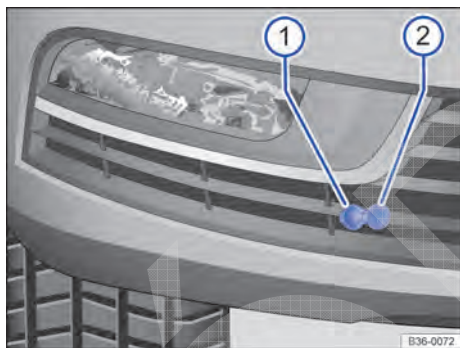

Fig. 159 No para-choque dianteiro: entrada de conexão ② para o pré-aquecimento do motor.
- Abrir tampa de cobertura ⇒ Fig. 159 ①.
- Conectar o cabo de conexão na entrada ②.
- Antes da partida do motor, retirar sempre o cabo de conexão e a tampa de cobertura ①.